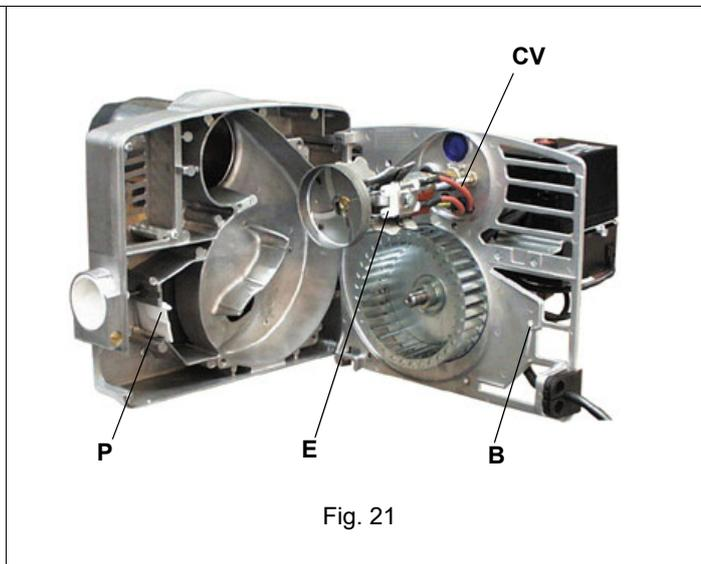
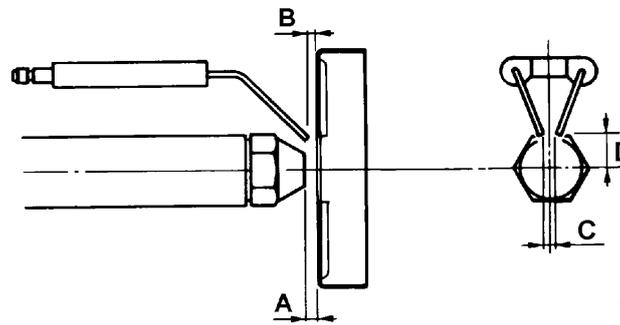

Fig. 21
Fig. 24
- Examen electrodos de encendido y su correspondiente aislamiento cerámico, limpieza inspección y si es necesario sustitución (ver Fig. 24).
Antes de desmontar la boquilla y los electrodos, desconectar los cables **CV** (Fig. 21), observar las cotas indicadas en la Fig. 24 y anotarlas en la tabla Tab. 4.
**⚠ Antes de proceder al desmontaje de la boquilla, relevar la cuota A real (ver Fig. 24) y anotarla en el recuadro de abajo.**